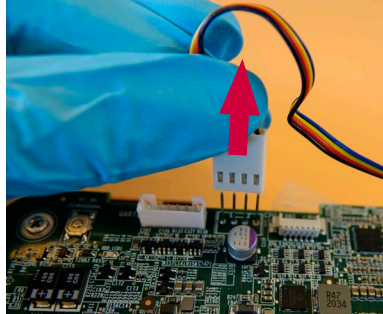

図23 ファンケーブルを外す
a) ファンコネクタを外します(図23)
g) ファンケーブルを接続します(図12および図23を参照)